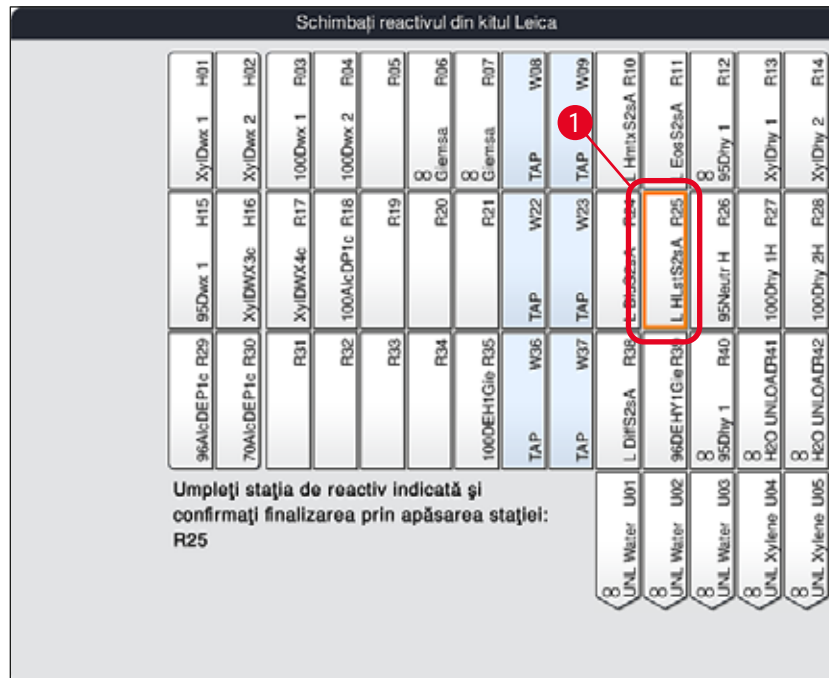

Fig. 59
3. În fereastra nouă **Schimbați reactivul din kitul Leica** (→ "Fig. 59"), stația care trebuie umplută este marcată cu portocaliu (→ "Fig. 59-1").